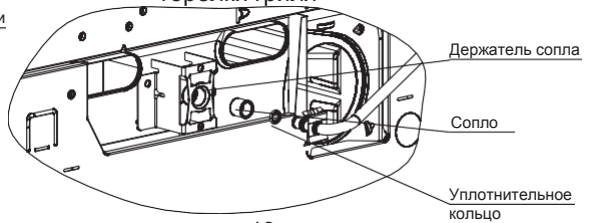

рис. 13
■ Для замены сопла горелки гриля или горелки пода (см. рис. 13, 14) необходимо отвин-